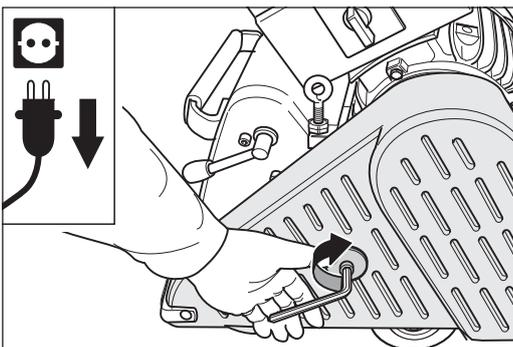

Abb. 103 Den Riemenchutz schließen.
- 9 Nachdem Sie beide Seitenräder ausgetauscht haben, schließen Sie den Riemenchutz (Abb. 103).